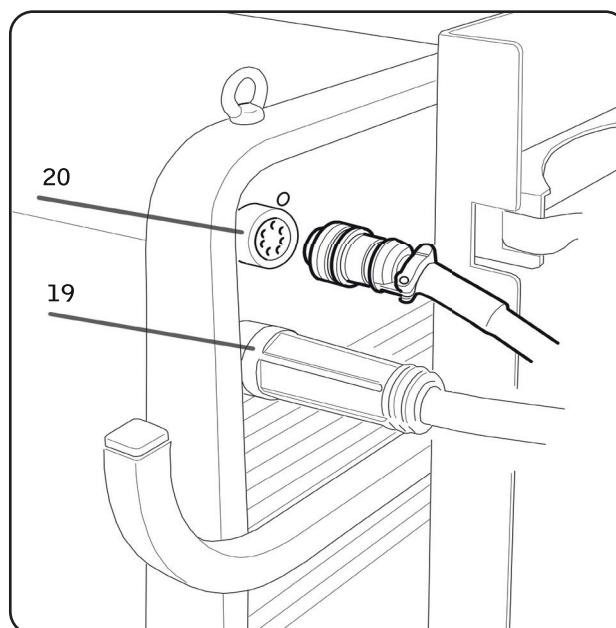

Fig. 4
- ◆ Efectuar las conexiones detrás del generador (ver fig. 4).